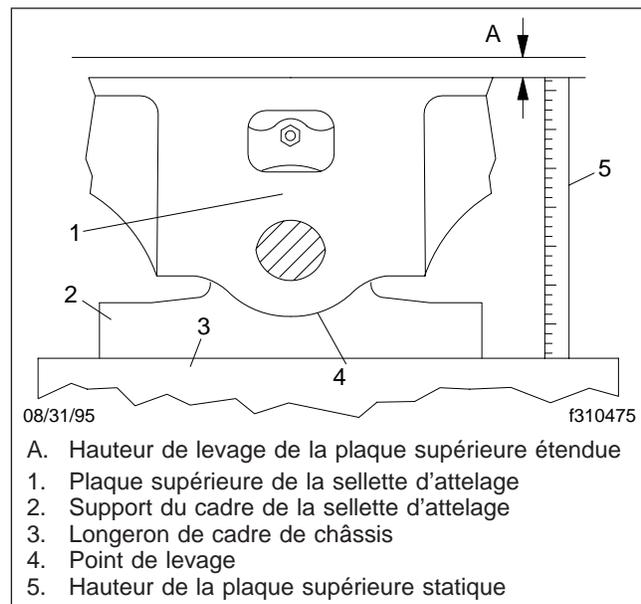

Fig. 3, Mesure du levage de la plaque supérieure de la sellette d'attelage
7. Mesurez le levage de la plaque supérieure. Voir la **figure 3**.